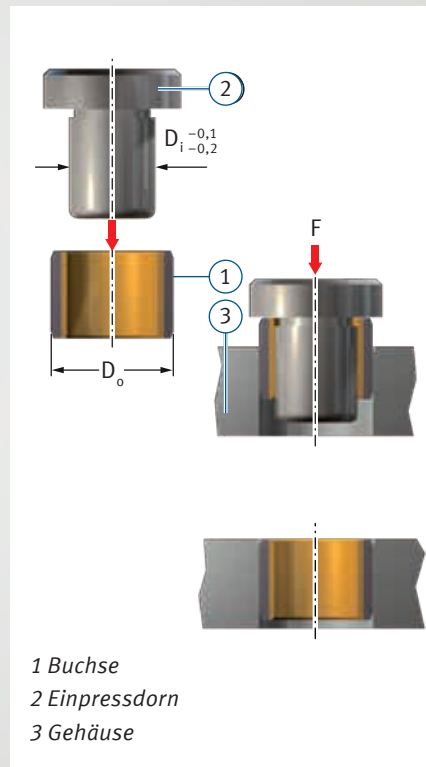

Abb. 51: Bündig einpressen  $D_o \leq 55$  mm
- bündiges Einpressen mit Dorn ohne Hilfsring gemäß Abb. 51